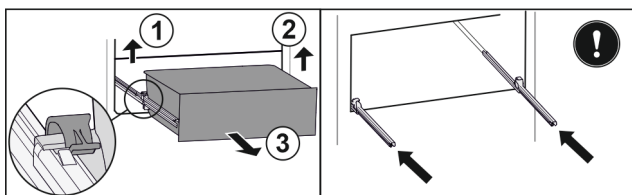

Fig. 191
- Podignite lijevu stezaljku i istovremeno izvucite ladicu lijevo prema naprijed. Fig. 191 (1)
- Podignite desnu stezaljku i istovremeno izvucite ladicu desno prema naprijed. Fig. 191 (2)
- Izvadite ladicu prema naprijed. Fig. 191 (3)